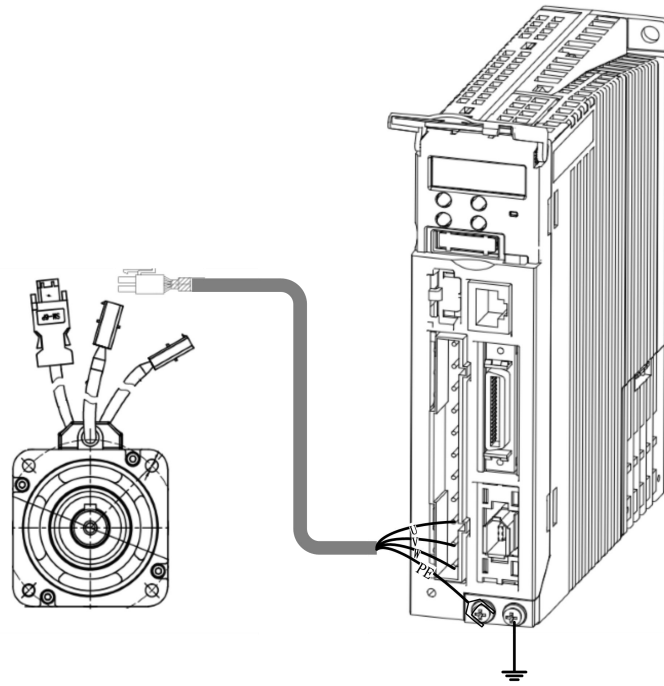

图 3-6 接地示意图
7. 如图 3-6 所示, 驱动器电源线和动力线缆屏蔽层应与 PE 线接至驱动器外壳端子, 并将伺服驱动器可靠接地, 接地电阻 ≤ 10Ω。